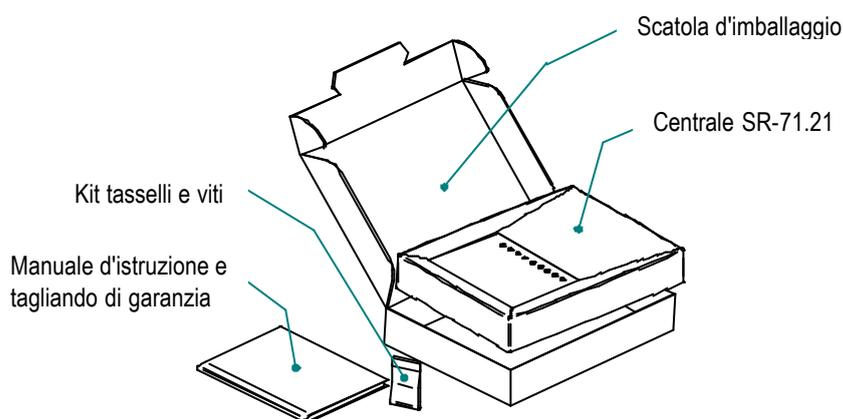

Fig. 1 – Parti contenute nella scatola
- - Controllare che nell'imballaggio siano contenute tutte le voci mostrate nella fig. 1.